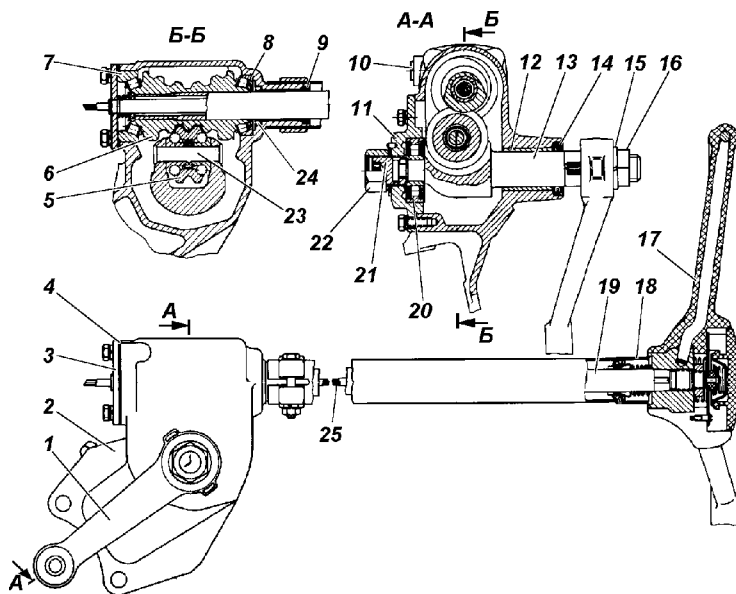

Рис. 9.27. Рулевой механизм (без ГУР):
Регулировку затяжки подшипников червяка автомобиля не оснащенного гидроусилителем производите с помощью прокладок 4 (рис. 9.27), установленных между картером и нижней крышкой картера рулевого механизма, в следующей последовательности:
4. Вращая регулировочный винт 21 (см. рис. 9.27) по часовой стрелке, устранили зазор в зацеплении.